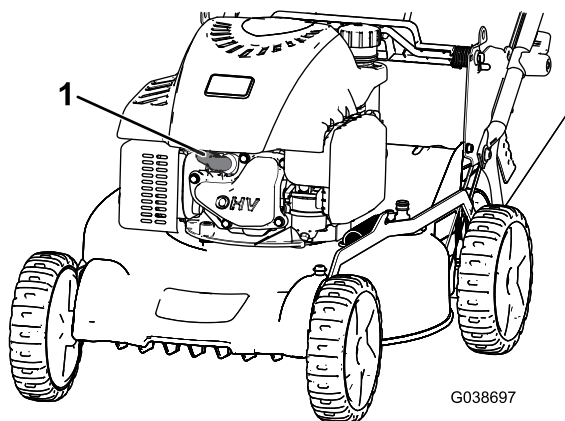

Figure 24
2. Débranchez le fil de la bougie (Figure 24).